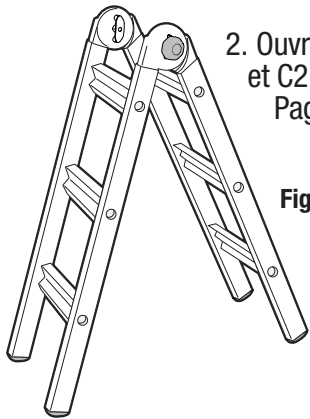

Fig. K2
2. Ouvrez l'unité intérieure de l'échelle (Voir les étapes C1 et C2 de C. **Fonctionnement du verrou de la charnière,** Page 4) et placez l'échelle debout (Fig. K2).